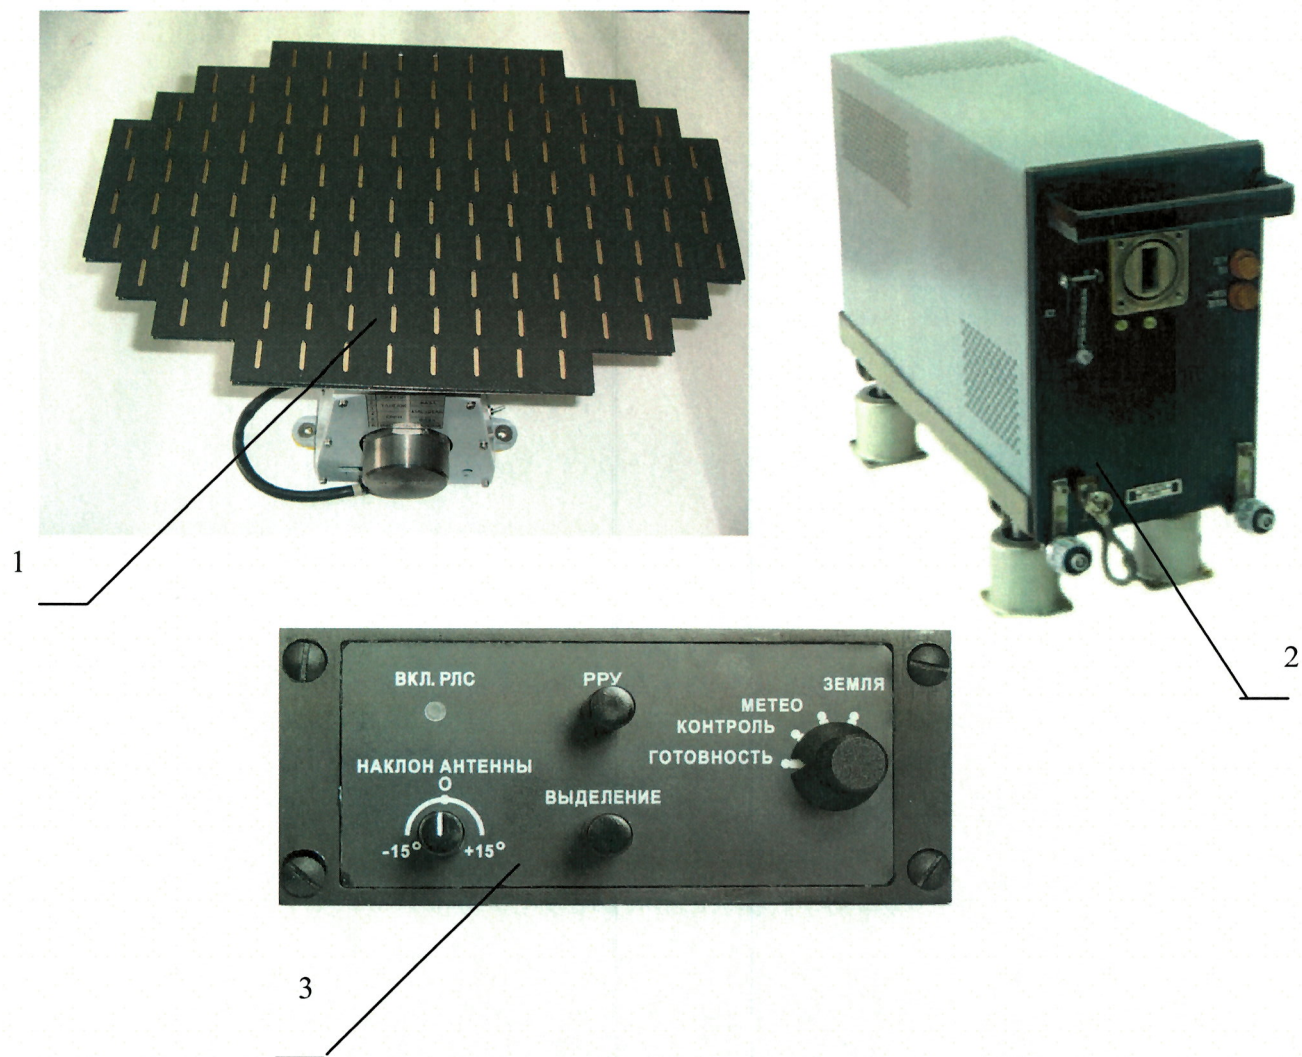

Рисунок 1 – Внешний вид изделия
- 2.2.1 Внешний вид изделия приведён на рис. 1. Изделие выполнено в виде трех конструктивно законченных блоков: антенны (поз. 1), приёмопередатчика (поз. 2), пульта управления (поз. 3).